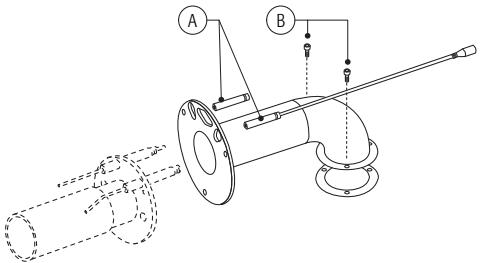

Fig. 6.c
- den Ventilator mit einem Pinsel reinigen (Abb. 6.g).